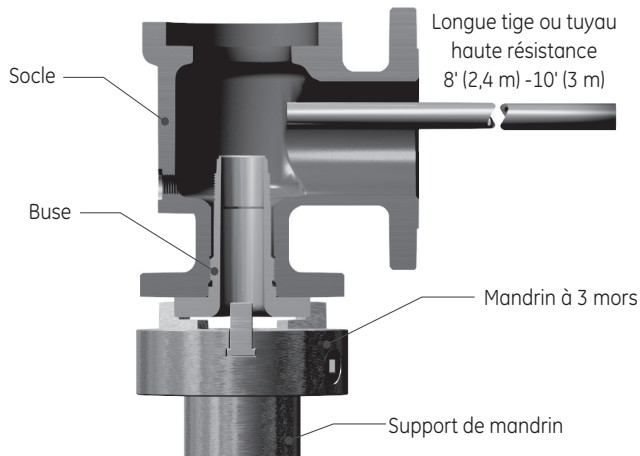
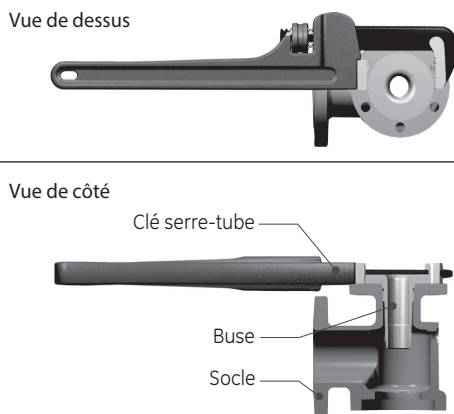

Figure 31 : Desserrage de la buse au niveau du socle
Figure 32 : Retrait de la buse du socle
- Utilisez une grande pince à tube sur la bride de la buse pour retirer la buse du socle (Figure 31).
- Retirez la buse du socle de la soupape tel qu'indiqué sur la figure 31, ou en utilisant une clé hexagonale ou une clé serre-tube sur la bride, tel qu'indiqué sur la figure 32.